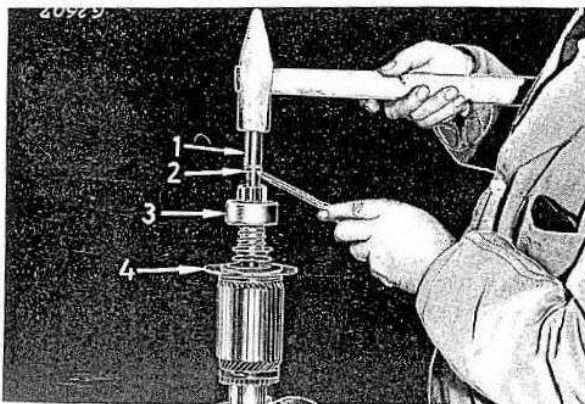

Bild 13
Anker mit weichen Schutzbacken einspannen. Ritzelanschlag (2) mit passendem Hohlhorn abtreiben, Bild 13.
Den Ritzelanschlag wie bei 3 kW-Anlasser abtreiben, siehe Bild 13.